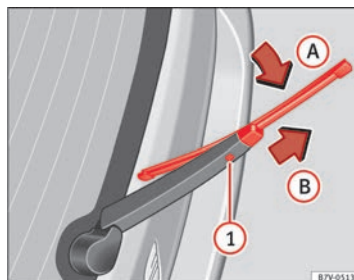

Fig. 117 Cambio de la escobilla de la luneta.
- Levante el brazo del limpiaparabrisas y abátalo un ángulo aprox. de 60° ⇒ fig. 117.
- Mantenga pulsada la tecla de desbloqueo ①.
- Abata la escobilla en la dirección del brazo del limpiaparabrisas ⇒ fig. 117 (flecha ①) y tire al mismo tiempo en el sentido que indica la flecha ②. Es probable que tenga que emplear mucha fuerza.
- Inserte en el brazo del limpiaparabrisas una escobilla nueva **de la misma longitud y tipo**, en sentido contrario a la flecha ② hasta que encastre. Para ello, la escobilla debe estar en posición recogida (flecha ①).